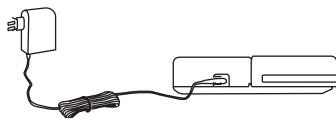

Figure 2
- Le robot se charge à partir de son adaptateur secteur (Figure 2).